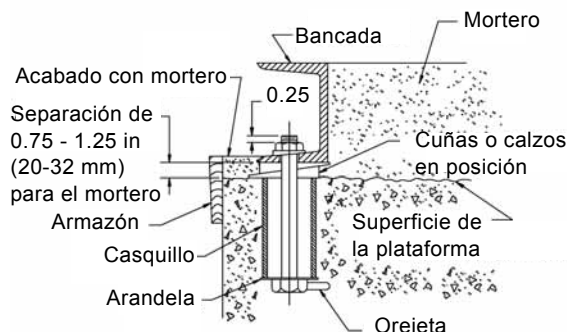
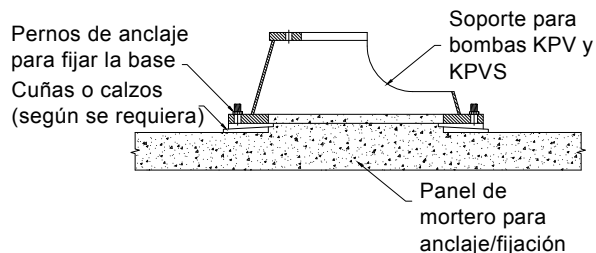

Fig. 5 Instalación de un perno de anclaje para bombas KP
Fig. 6 Instalación de pernos de anclaje para bombas KPV y KPVS
3. Introduzca los pernos de anclaje en casquillos para proporcionar tolerancia de posicionamiento. Consulte las figs. 5 y 6.
6. Construya un armazón alrededor de la plataforma de concreto y vierta mortero en la bancada y a su alrededor. Para bombas KP, consulte la fig. 5; para bombas KPV y KPVS, consulte la fig. 6. El mortero compensará los desequilibrios de la plataforma, distribuirá el peso de la bomba e impedirá que se desplace.